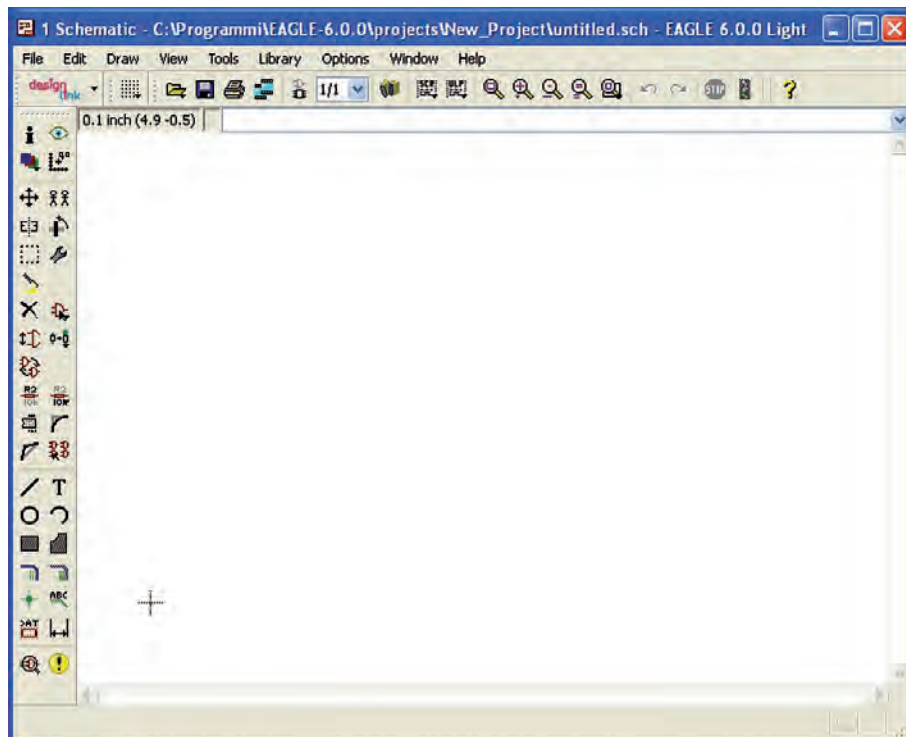

Figura 1: Layout Editor.
- layout editor (**figura 1**), per disegnare lo schema elettrico;
I quattro moduli sono riuniti in una singola interfaccia utente: quando lo schema sarà tracciato con il Layout Editor (**figura 1**), sarà sufficiente premere un tasto Switch-to-Board per vedere comparire tutti i package dei componenti affiancati a una scheda PCB vuota (**figura 16**) poiché gran parte del lavoro è eseguito in background da EAGLE.